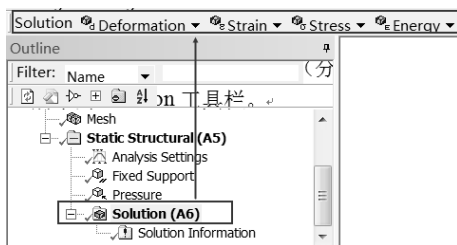

图 5-25 Solution 工具栏
Step1：选择 Mechanical 界面左侧 Outline（分析树）中的 Solution（A6）选项，此时会出现如图 5-25 所示的 Solution 工具栏。